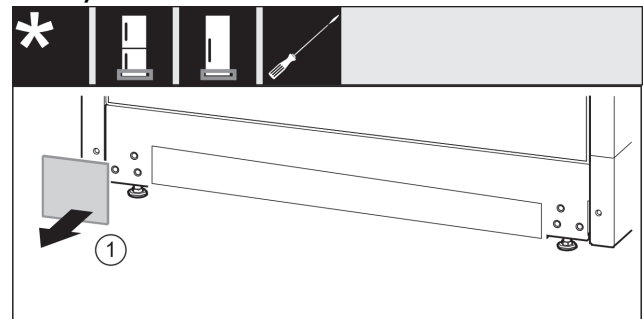

Fig. 18
- ▶ Odoberte kryt Fig. 18 (1).